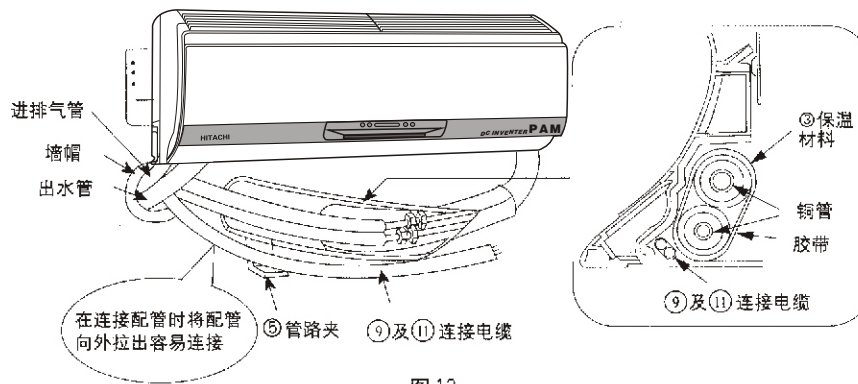

图 12
- (8) 连接室内外连接线。
- (9) 修整室内外连接电缆与铜管以便将它们塞进机组后面, 并用附件⑤管路卡卡紧固定。
- (10) 拆除填充物, 将室内机下部嵌入安装板的固定卡口。
- (11) 室内外连接管与室内外连接线及进排气管的排列安装按图12所示。